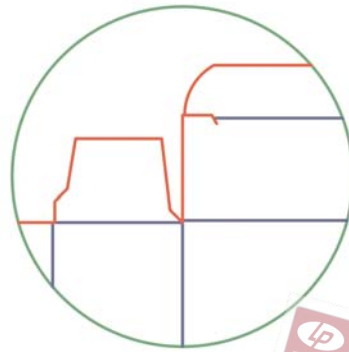

Рисунок 3
2) некачественная высечка («продавленность», бахрома, повышенное пыление) в местах стыковки биговальных линеек и ножей (околоклапанный слот (рисунок 3)), вызванная невозможностью прижима картона к стальной плите.